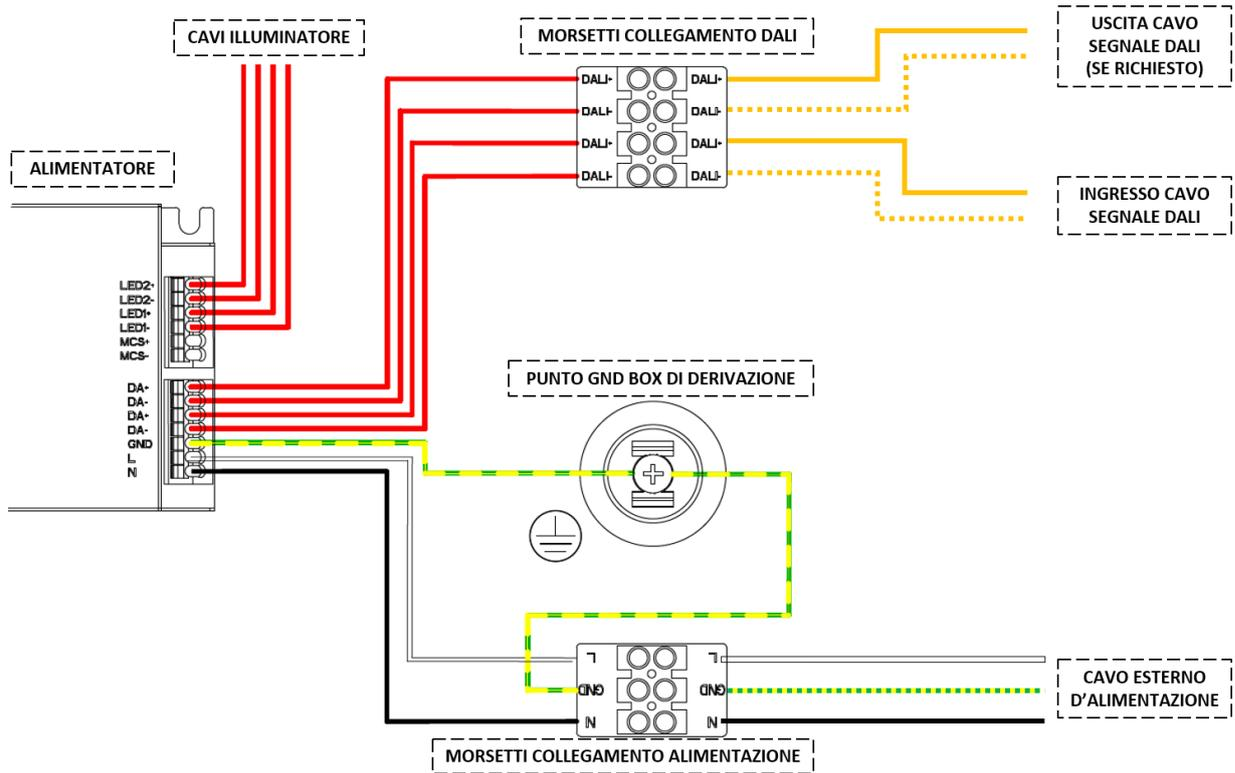

Fig. 20 *Schéma des branchements électriques avec le câblage externe d'alimentation et DALI*
- C. Brancher les câbles d'alimentation externes à la plaque à bornes comme indiqué sur la Figure 20 puis refermer le couvercle de la boîte de dérivation.
- B. Brancher les câbles externes du signal DALI/SwitchDIM à la plaque à bornes comme indiqué sur la Figure 20, indiquant le schéma final des câblages.